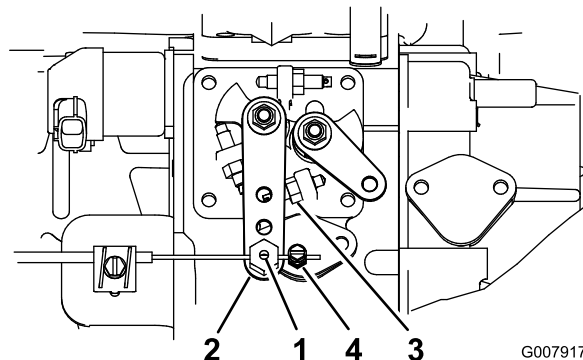

図 62
2. 燃料噴射ポンプのレバーの隣にあるスロットル・ケーブルのコネクタをゆるめる（図 62）。
3. インジェクション・ポンプ・レバーのアームをハイアイドル・ストップに当てる（図 62）。